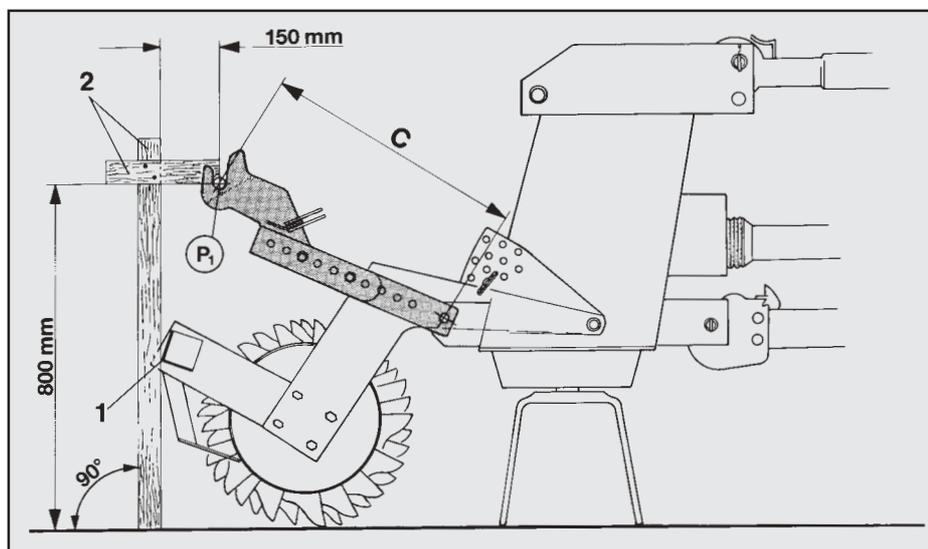

Рис. 18
**Определение расстояния "С"** (см. рис. 18):
Размером "С" (рис. 18) является расстояние между нижней точкой воздействия почвообрабатывающей машины и теоретической точкой сцепления "Р1" рядовой сеялки. Поэтому теоретическую точку сцепления "Р1" можно определить, как указано ниже:
- точка "Р1" находится на расстоянии 800 мм над поверхностью стоянки и на расстоянии 150 мм перед задней наружной кромкой рамы катка (рис. 18/1).
Это является положением, которое позже, во время работы, примет точка "Р1". В качестве вспомогательного средства для определения точки "Р1" могут использоваться, например, две деревянные планки (рис. 18/2) с указанными размерами длины и угла.